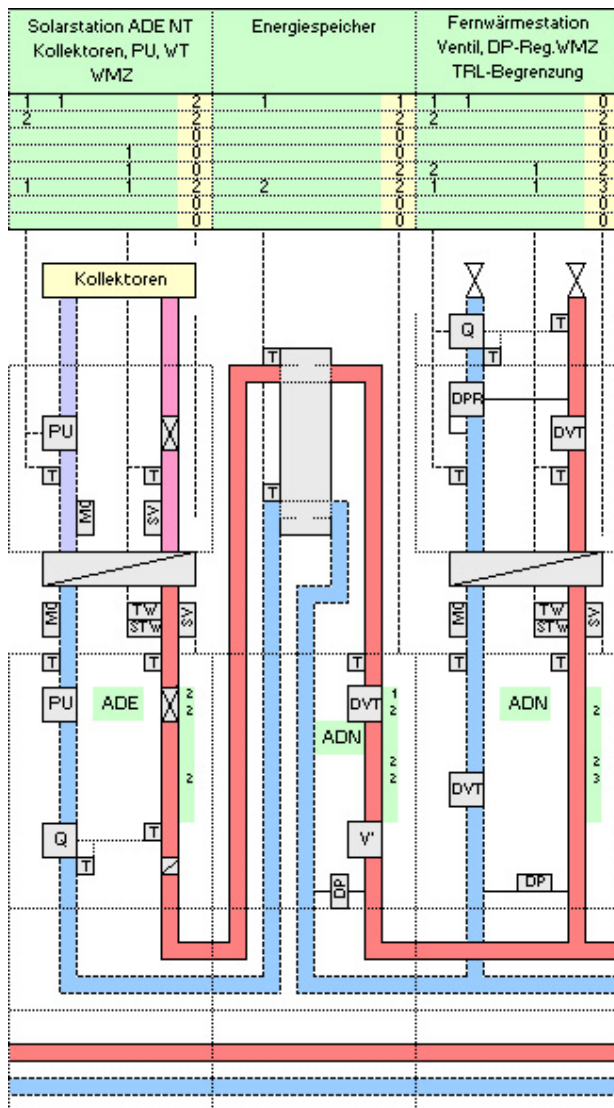

Bild 45
- 45. FW-Station HT und SO-Station mit E-Speicher NT/HT in Parallelschaltung (Bild 45)**